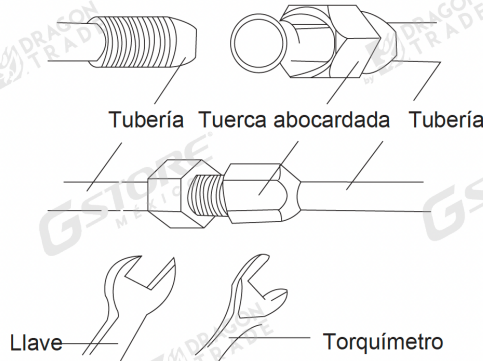

Fig. 18
2. Después de eso, apriete el tornillo con una llave hasta que haga ruido (como se muestra en la Fig. 18).